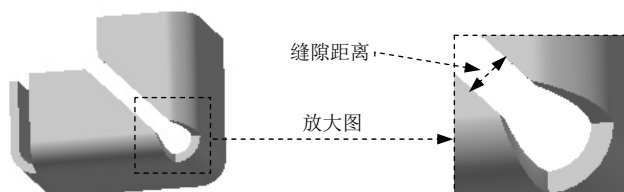

图 10.2.13 设置缝隙距离
- ☑  文本框：用于设置边线-法兰之间的缝隙距离，如图 10.2.13 所示。